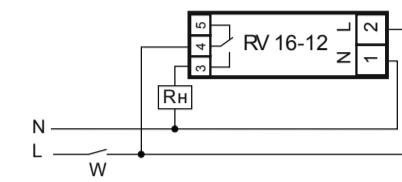

Рис. 4: устройство прибора
- 5.1. Переключателем устанавливают желаемый режим работы устройства (рис.4):
- 7.2. Подключить нагрузку к изделию (см. рис.4). Для этого используйте одножильный или многожильный провод с двойной или усиленной изоляцией сечением, соответствующим мощности нагрузки. **Фазное** напряжение подается на контакты 2 и 4 изделия. Напряжение может подаваться через выключатель W или напрямую.